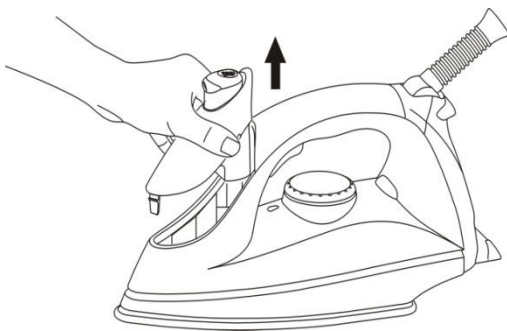

Fig. 7
1. Retire o botão de spray conforme fig. 7